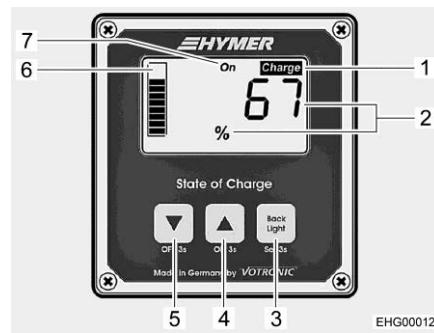

Fig. 131 Pannello indicatore (indicazione dello stato di carica complessivo)
Quando si preme un tasto sul pannello di controllo, l'illuminazione del display si accende automaticamente. Se non si preme alcun tasto per 3 minuti, l'illuminazione si spegne automaticamente. L'illuminazione del display può essere spenta manualmente con il tasto (Fig. 131,3).
Il display mostra lo stato di carica complessivo delle batterie piombo-acido e al litio, noto come "state of charge" (SOC). Il valore SOC della batteria è espresso in percentuale (Fig. 131,2) e viene visualizzato anche sotto forma di grafico a barre (Fig. 131,6).
- Quando il display visualizza l'indicazione di tensione: Premere brevemente il tasto (Fig. 131,4) o (Fig. 131,5) per passare alla visualizzazione del valore SOC della batteria (Fig. 131,2).
Se il valore SOC scende al di sotto del 20%, l'indicatore "Charge" (Fig. 131,1) lampeggia. In questo caso caricare le batterie.
- Se il display mostra il valore SOC: Premere brevemente il tasto (Fig. 131,4) o (Fig. 131,5) per passare alla visualizzazione della tensione della batteria (Fig. 132,1).